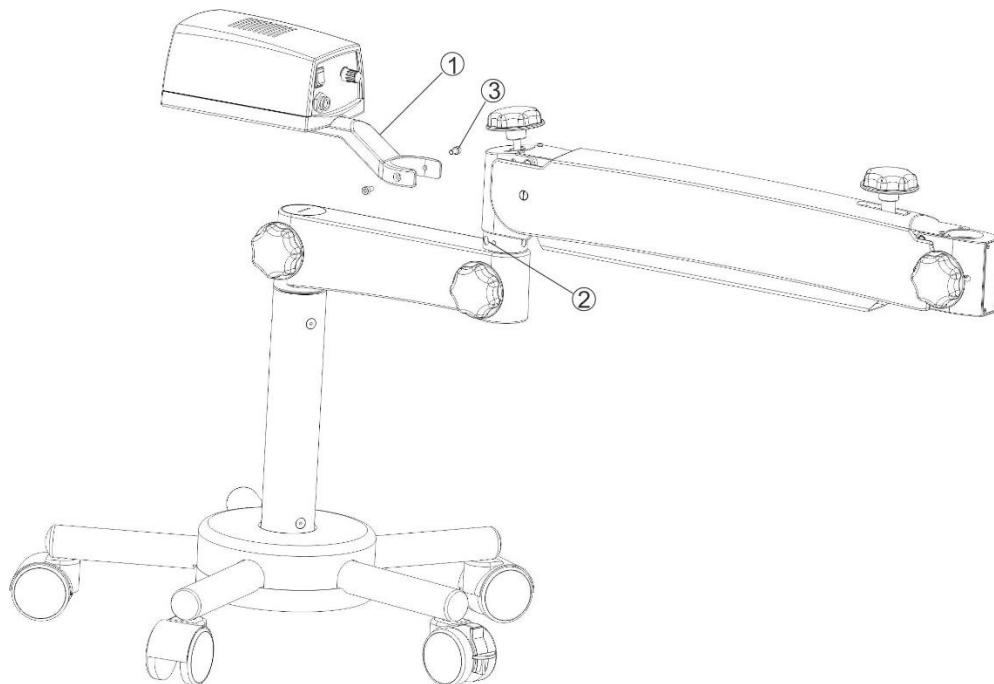

Рис. 3
8.1.2 Прикрепите блок питания светодиодной лампы (1) к гибкой руке (2), затяните винты (3), как показано на рисунке рис. 3.